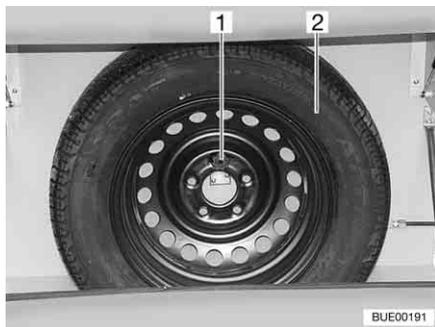

Fig. 221 Soporte para la rueda de repuesto
El soporte para la rueda de repuesto está instalado en la caja para bombonas de gas. Pagando un sobreprecio puede obtener la rueda de repuesto (Fig. 221,2).
- Soltar el tornillo (Fig. 221,1).
- Sacar la rueda de repuesto (Fig. 221,2).